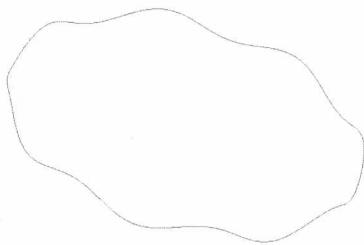
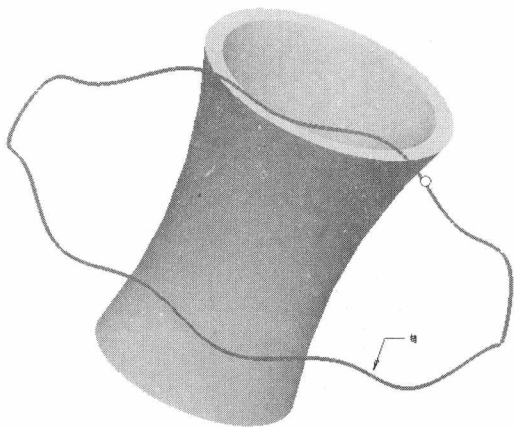

图1-4
图1-9
(4) 单击鼠标中键创建基准曲线，结果如图 1-4 所示。
- (1) 选择菜单命令【编辑】/【投影】。
- (2) 选取如图 1-4 所示的曲线，如图 1-9 所示。